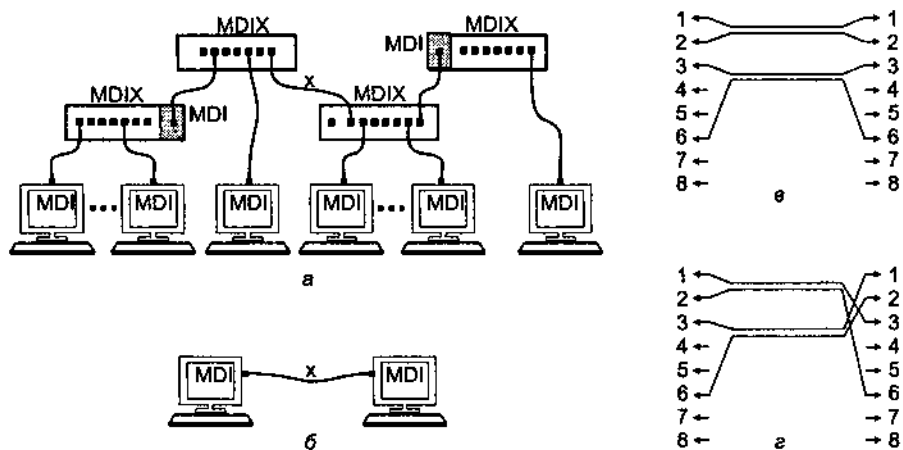

Рис. 13.2. Сеть 10BaseT/100BaseTX: а — звезда, б — двухточечное соединение, в — прямой кабель, г — перекрестный кабель
*Топология сетей Ethernet* древовидная, петлевидные связи запрещены — между любой парой узлов должен быть лишь один путь. Исключения из этого правила могут быть только при использовании интеллектуальных коммутаторов. В простейшем случае топология — «звезда», в центре которой находится повторитель (хаб) или коммутатор (рис. 13.2, а). Возможно двухточечное соединение пары узлов без применения концентратора (рис. 13.2, б).
На адаптерах и сетевом оборудовании устанавливаются 8-позиционные модульные гнезда RJ-45 (табл. 13.2). Для соединения адаптера с обычным портом концентратора используется *прямой кабель* (рис. 13.2, в), при непосредствен
ном соединении двух адаптеров (связи пары компьютеров) применяется *перекрестный* (crossover) кабель (рис. 13.2, г). На рисунке перекрестные кабели помечены буквой «х». Минимальная длина кабеля — 2,5 м, максимальная — 100 м.